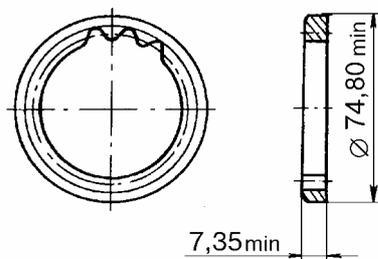

Рис.12. Ведомая шестерня 2108-1011032.
3.2.8 Ведомая шестерня **2108-1011032** (рис.12).